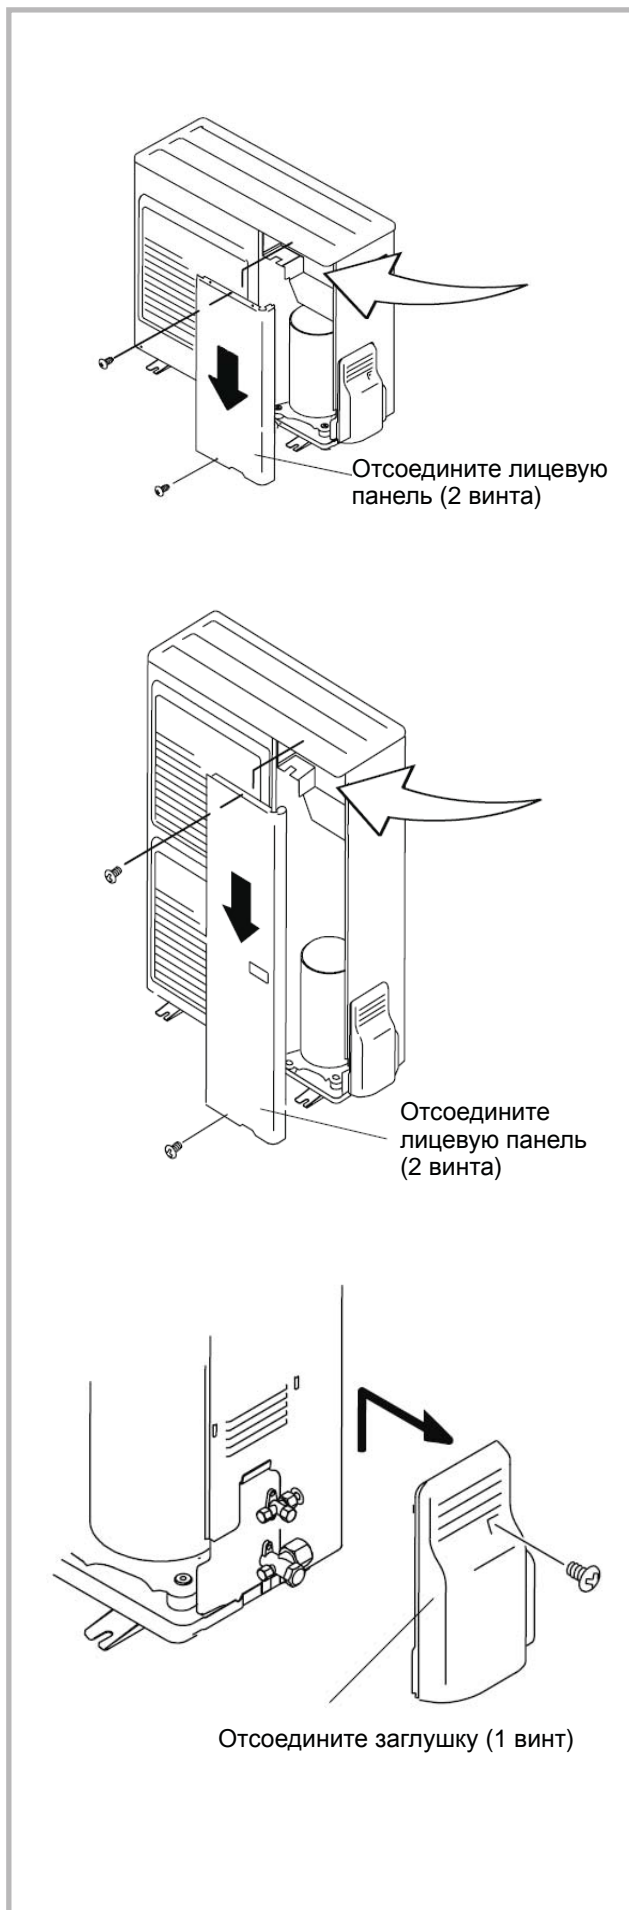

Рис. 34 - доступ к клеммной колодке наружного блока (модели 095, 128, 155)
-Отсоедините заглушку (рис. 34)